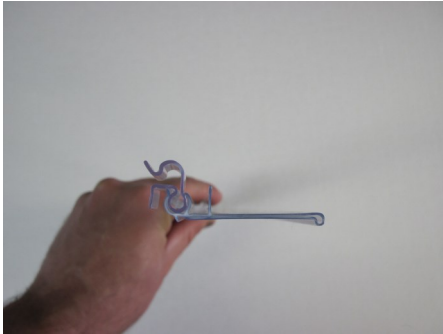

Fig. 3a
1. Insérer les profils de support de prix sur celui-ci. **Fig. 3a-3b** ;